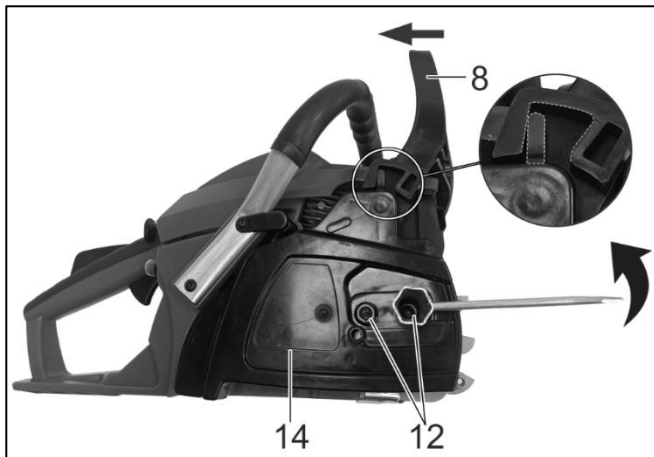
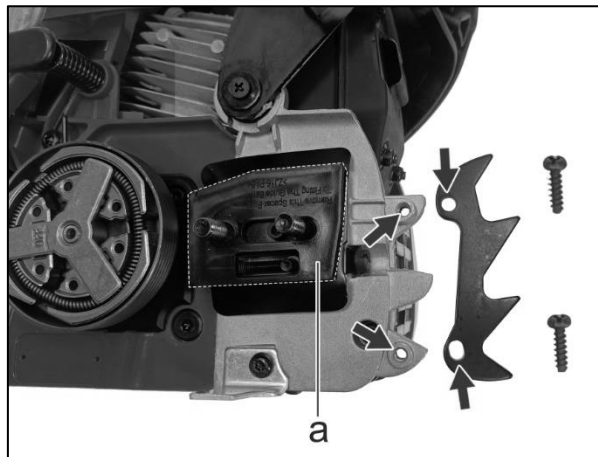

Fig .5
Fig .6
- 1) Tirez le levier du frein de chaîne (8) dans le sens de la flèche pour desserrer le frein de chaîne.
- 2) Utilisez une clé à bougie pour dévisser les écrous de serrage du guide (12). (Fig .5)
- 3) Retirez le couvercle du frein de chaîne (14).
- 5) Mettez le pare-chocs en place et fixez-le à l'aide de deux vis. (Fig.6)